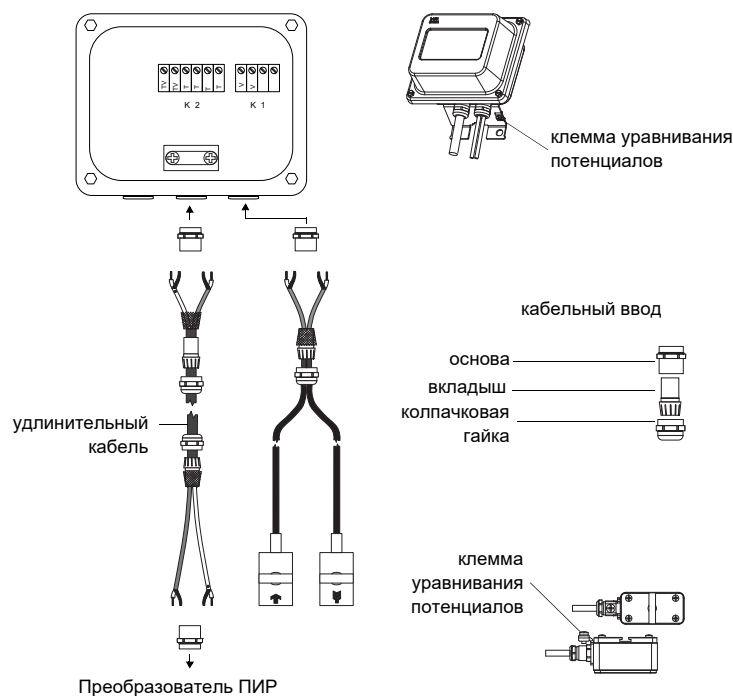

Рис. 6.5: Подключение удлинительного кабеля и кабеля датчика к соединительной коробке
- Снимите кабельный ввод с соединительной коробки (смотри Рис. 6.5).
- Протяните удлинительный кабель через колпачковую гайку, вкладыш и основу кабельного сальника (смотри Рис. 6.5).
- Прикрутите основу стороной с прокладкой к соединительной коробке (смотри Рис. 6.5).